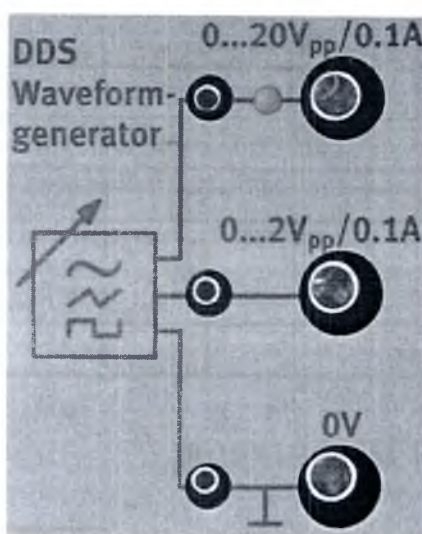

Рисунок 1.3.2 – Блок генератора Waveform generator
4. Установить необходимый уровень выходной амплитуды с помощью аттенюатора ослабления (рисунок 1.3.1 позиция 5) и ручки «Плавно» (рисунок 1.3.2 позиция 6). Аттенюатор ослабления делит уровень выходного сигнала в целое число раз (10 дБ – 10 раз, 20 дБ – 100 раз, 30 дБ – 1000 раз и т.д.). Ручка «Плавно» регулирует выходной уровень сигнала от 0 до значения, установленного аттенюатором.
Генератор сигналов располагается на блоке питания «Festo». «Waveform generator» (рисунок 1.3.2) является генератором сигналов простой формы. Может использоваться для генерации синусоидального сигнала « $\sim$ », прямоугольного сигнала « $\square$ », треугольного сигнала « $\wedge$ » и «TTL» сигнала.